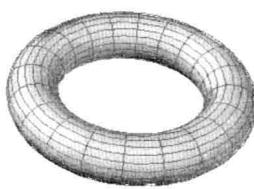

图 8-2-13
- (1) 在“建模”面板中单击向下三角形按钮，在弹出的列表中选择“圆环体”按钮。
- (2) 命令行提示“指定中心点或 [三点(3P)/ 两点(2P)/ 切点、切点、半径(T)]”，在视图中单击，确定圆环体中心点的位置。
- (3) 命令行提示“指定半径或 [直径(D)]”，输入“50”，按Enter键。
- (4) 命令行提示“指定圆管半径或 [两点(2P)/ 直径(D)]”，输入“10”，按Enter键。
- (5) 圆管的效果如图8-2-13所示。